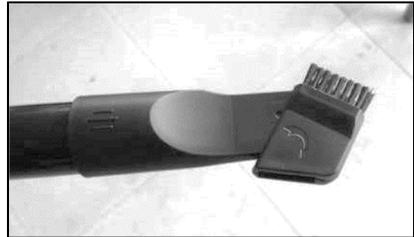

Abb. 12
1. Wie in Abb.12 gezeigt, können Sie die 2in1-Kompressionsbürste verwenden, um die Ecke und die Öffnung zu reinigen. Öffnen Sie die andere Seite mit den Borsten der Bürste, um das Sofa, den Vorhang und den Staub auf den Ornamenten zu reinigen.